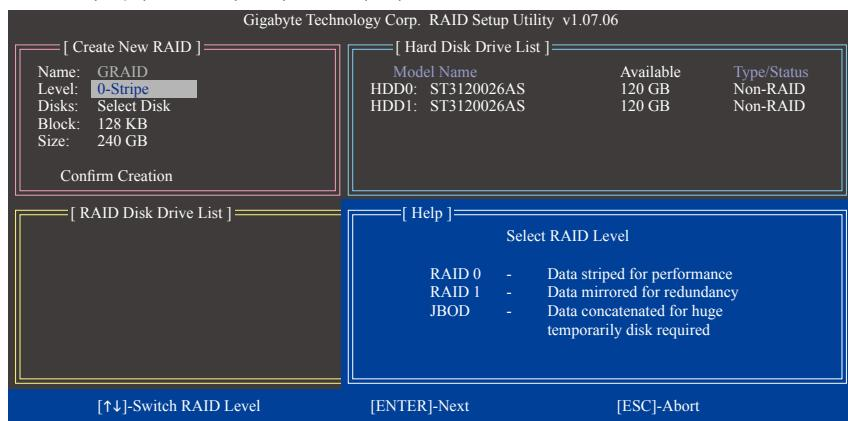

图5
请在「Create New RAID」区依序设置制作磁盘阵列所需的信息。(图5)
2. 选择要制作的磁盘阵列模式(Level): 以<↑>或<↓>键选择要制作的磁盘阵列模式，选项有 RAID 0 (Stripe)、RAID 1 (Mirror) 及JBOD (图5)。完成后按<Enter>键移至下一步骤。